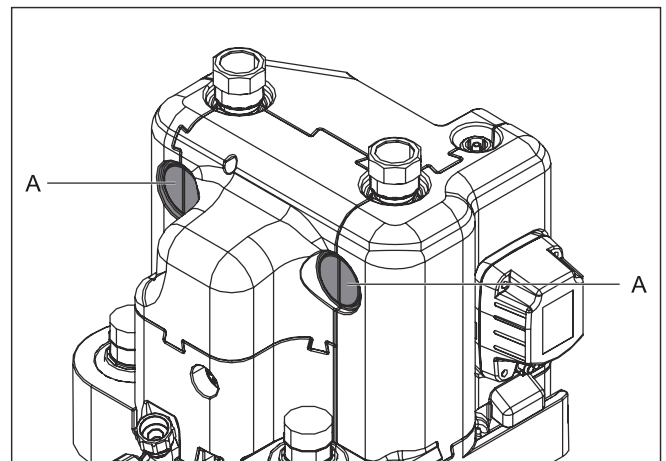

Bild 14-20 Ausschnitt Wärmedämmung
- 16 Seitliche Durchlässe der Wärmedämmung (Bild 14-20, Pos. A) mit einem geeigneten Werkzeug ausschneiden.